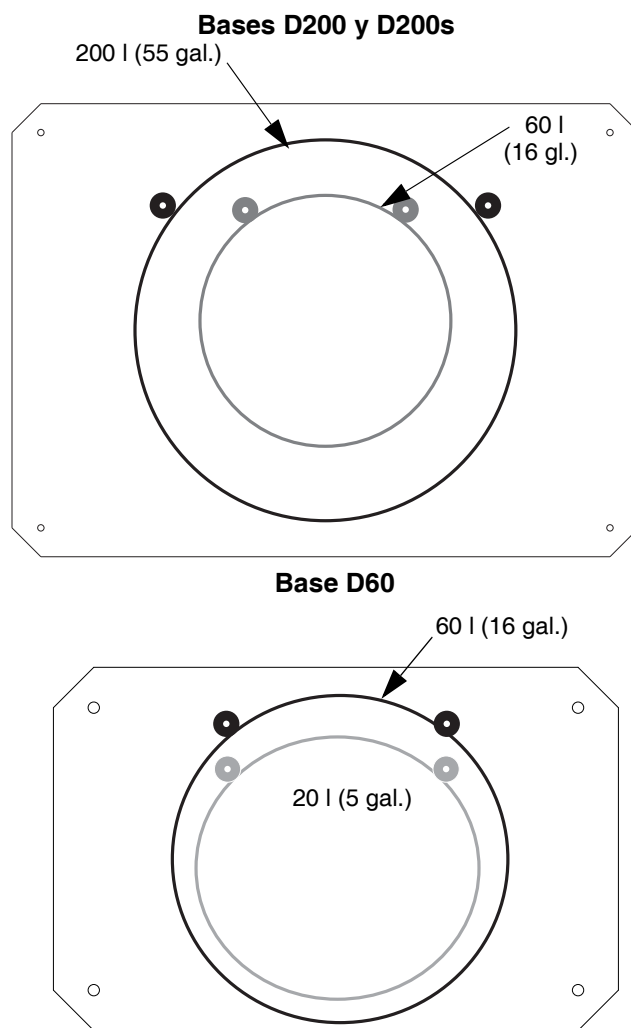

FIG. 12: Base del elevador
1. Localice el juego correcto de agujeros de montaje en la base del conjunto del elevador. Vea la FIG. 12.